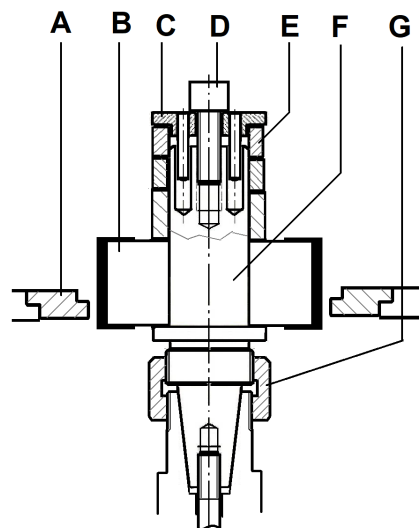

Fig 18.1
Remplir l'arbre jusqu'au plateau (C, Fig 18.1) avec des rondelles de mandrin (E).
Serrer l'outil à la main avec la vis Allen (D, Fig 18.1). Ne pas utiliser de rallonge d'outil, pas de coups de marteau.